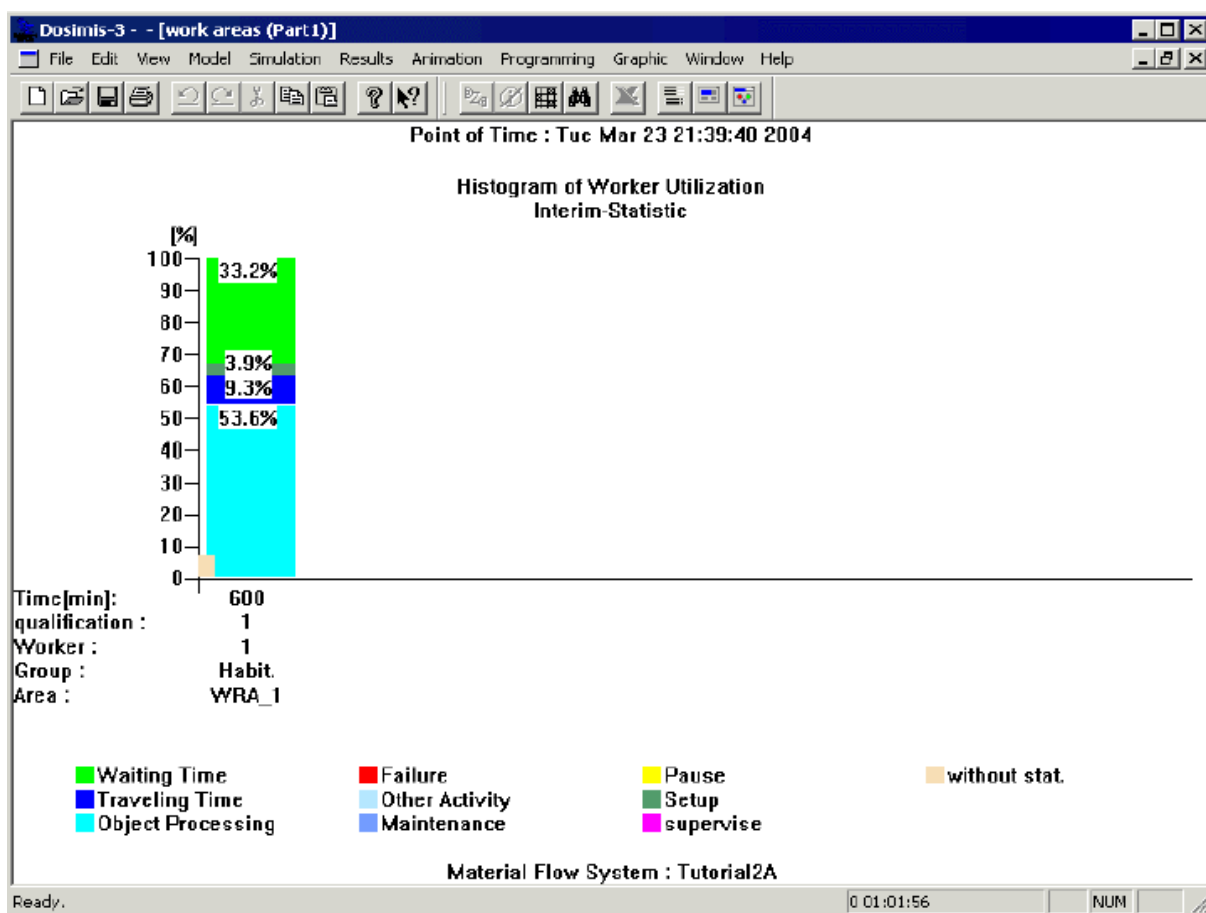

图 8.11 工作区域模块统计结果图
- 点击主菜单“结果”下的“工作区域统计”子菜单。将显示如图 8.11 所示的工作区域模块统计结果图。
从图 8.11 可以看出，工人还有很大的工作潜力，其等待时间很长。下面来看看工作站的统计结果。